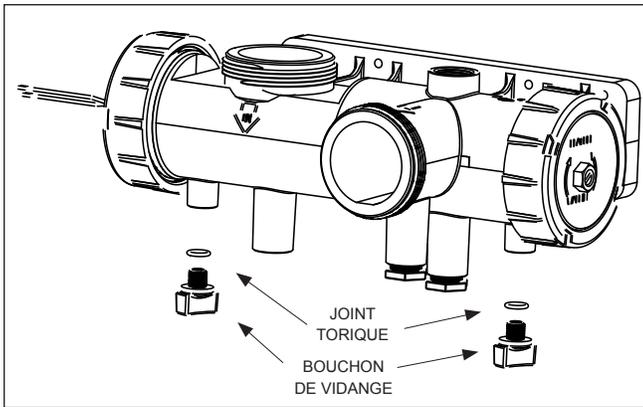

Figure 35. Drainage du réchauffeur
6. Repérer la vis de réglage de la dérivation sur le côté droit du collecteur, voir figure 35. Dévisser l'écrou pour que la vis puisse être ajustée. Il est normal d'avoir une légère fuite d'eau à côté de l'écrou. Tourner la vis selon le sens antihoraire pour réduire l'élévation de température, et selon le sens horaire pour l'augmenter, tel que nécessaire pour atteindre les plages indiquées au tableau 8. Une fois le réglage effectué, resserrer l'écrou pour qu'il n'y ait plus de fuite.